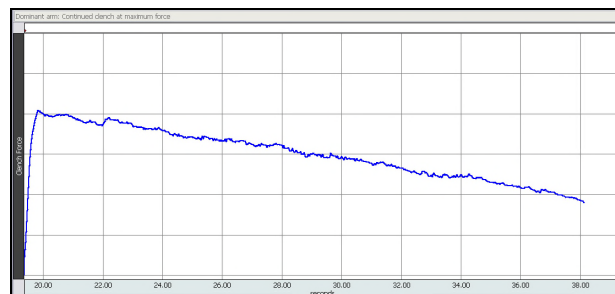

Fig. 2.12 Ejemplo datos – Fatiga
- Si es similar a la Fig. 2.12, presione **Continuar** para proceder al siguiente registro.